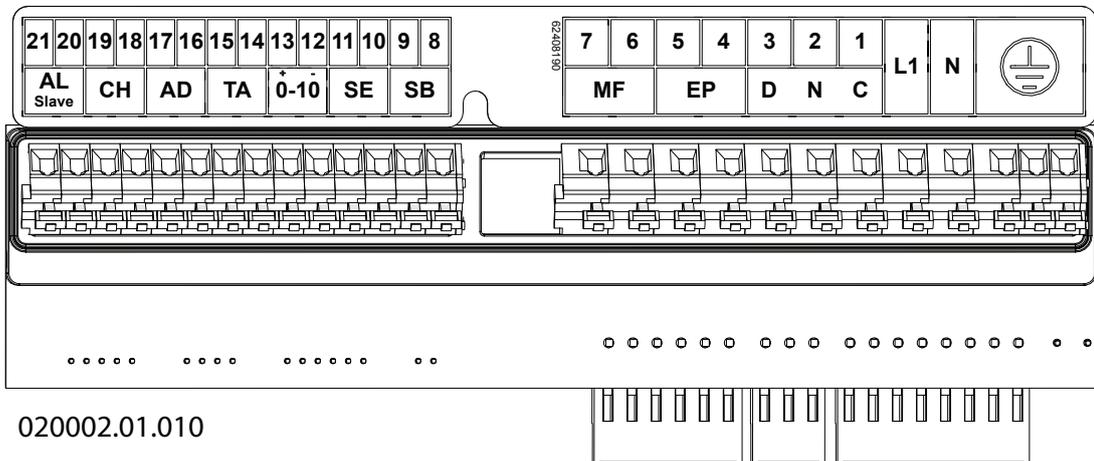

Figure 5-10 - Branchements électriques
Légende de la figure 5-10
Pour le branchement du câble d'alimentation électrique, procéder comme ci-dessous (se référer à la Figure 5-10) :
Pour le branchement du câble de la chronocommande, procéder comme ci-dessous (se référer à la Figure 5-10) :
- 3.- Raccorder les 2 cosses du câble aux bornes « 14 » et « 15 » de l'appareil (voir la Figure 5-10 "TA");
- 5.- Raccorder les terminaux « 14 » et « 15 » de la Figure 5-10, une minuterie avec un contact sec qui détermine l'allumage et l'extinction de la recirculation.
Pour le branchement électrique procéder comme ci-dessous (se référer à la Figure 5-10):